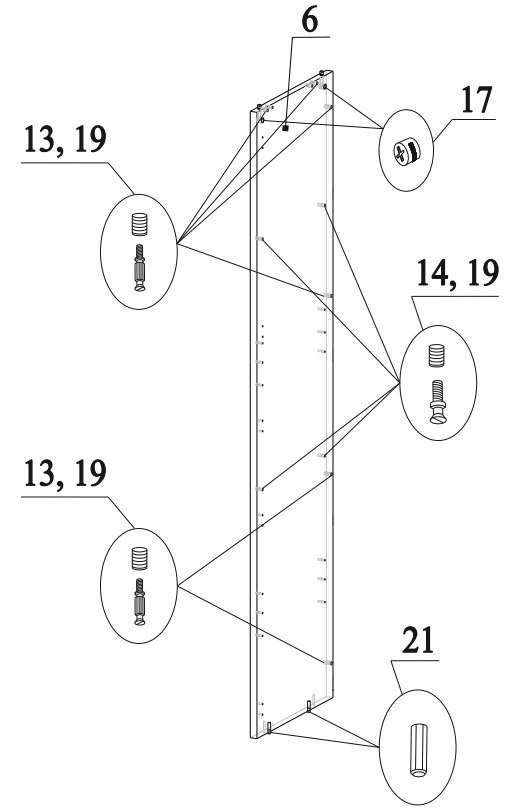

Рис.5
9. В отверстия на детали 6 вставить эксцентрики 17 стрелками к торцевым отверстиям (рис.5);
10. В отверстия с обеих сторон на детали 6 вбить муфты 19 и вкрутить в них дюбеля 13 (рис.5);
11. В отверстия с обеих сторон на детали 6 вбить муфты 19 и вкрутить в них дюбеля 14 (рис.5);
12. В нижний торец детали 6 вставить шканты 21 (рис.5);